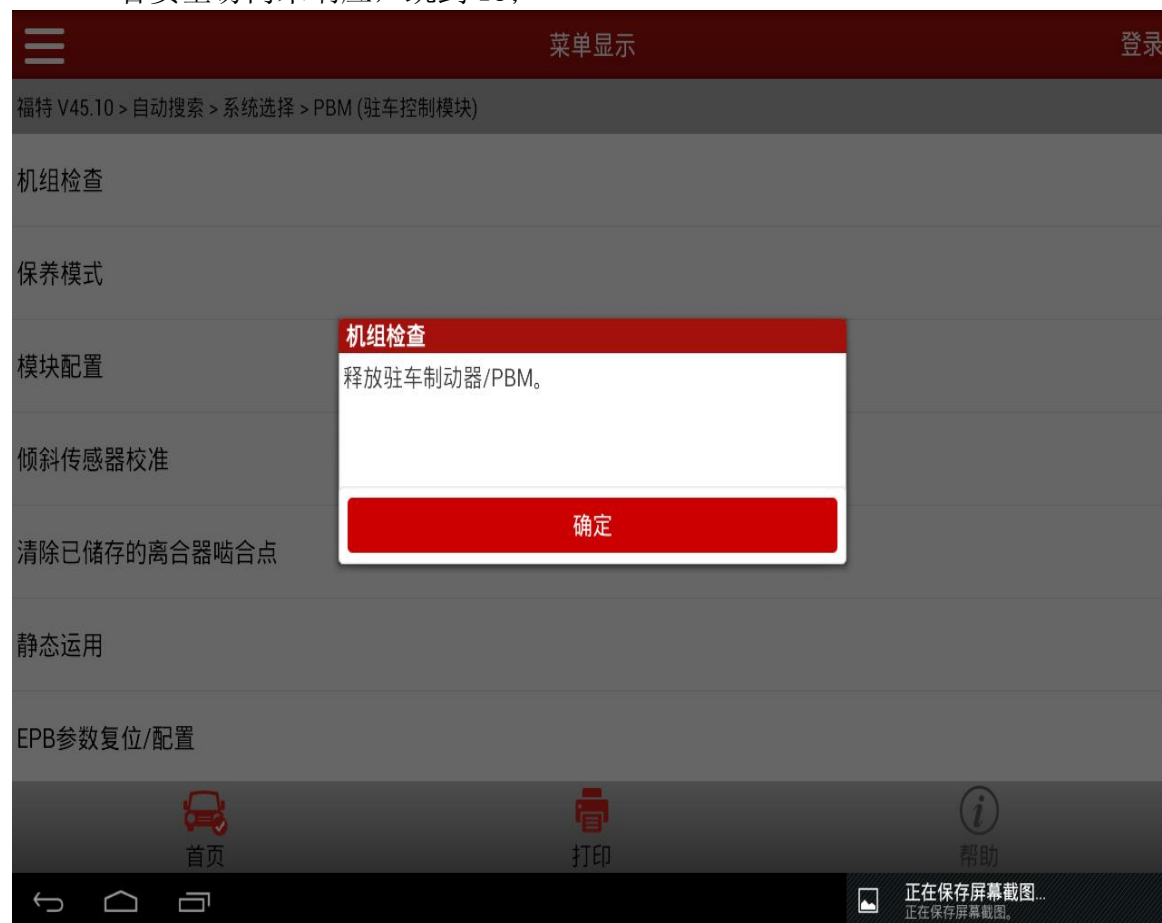

图 6
6). 提示：释放驻车制动器 PBM（如图 6），点击“确定”进入下一步；